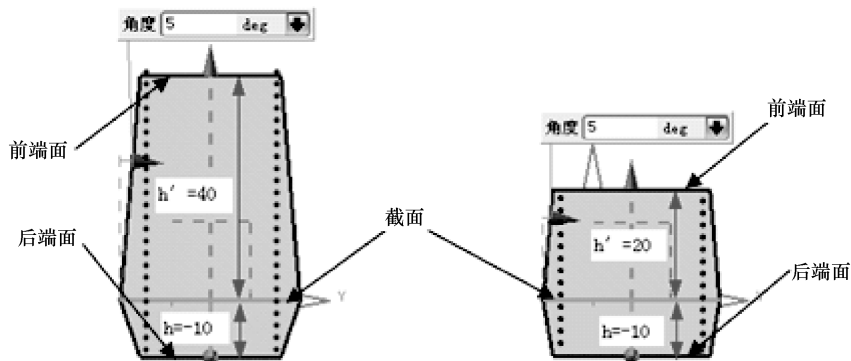

图 3-15 从截面匹配的终止处
- 从截面匹配的终止处：即拔模至截面拉伸的终止端。也就是说，无论前端与后端的拉伸距离相差有多大，两终止端的截面大小始终相等。此种方式与【从截面 - 不对称角】方式的区别是，后者两终止端的截面除前角与后角值相等外，其他情况下都不相等。图 3-15 为【从截面匹配的终止处】拔模。